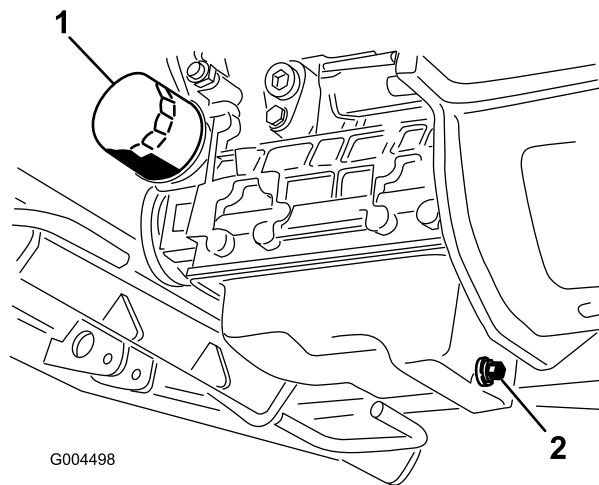

図 47
3. オイルパンの下についているドレン・プラグの下に廃油受けをおく (図 47)。
6. オイル・フィルタ (図 47) を取り外して交換する。